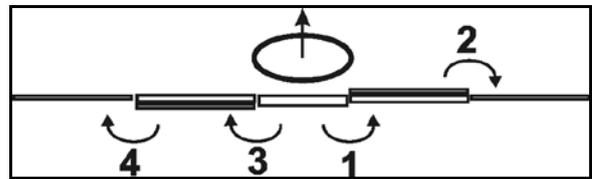

Fig. 76
Respectez l'ordre indiqué sur la figure ci-contre (Fig. 76) pour le dépliage de la rampe. Le repliage s'effectue dans l'ordre inverse !
2. Dépliez le tronçon droit de la rampe (Fig. 76/1,2).
3. Dépliez le tronçon gauche de la rampe (Fig. 76/3,4).